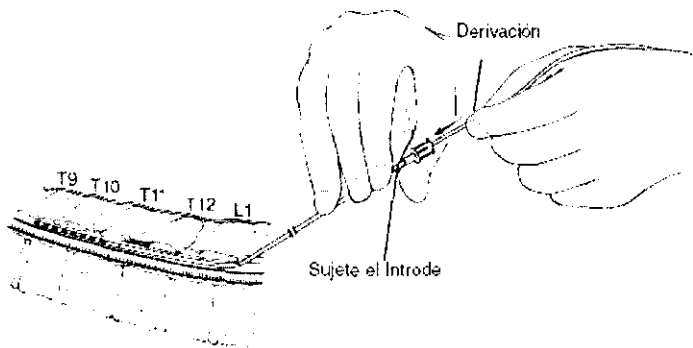
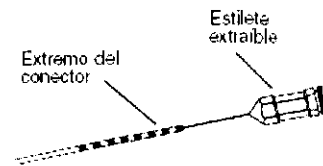

FIGURA 11
FIGURA 12
8. Introduzca la derivación a través de la luz de la aguja o de la guía Introde (lo que esté utilizando) y avance la derivación hasta el emplazamiento destino bajo el control de radioscopia (Figura 11). Para ayudar en su colocación, las derivaciones percutáneas disponen de un estilete extraíble que añade rigidez y facilita el control (Figura 12).